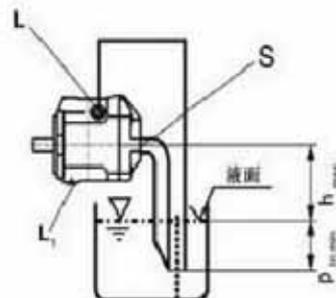

图4
b) 当油箱的最低液面比泵的上端低时，“L₁”、“L”口以及有可能“S”口的接管见图4。情况如同1.2.1节。
a) 如安装在油箱之上，请见图4。